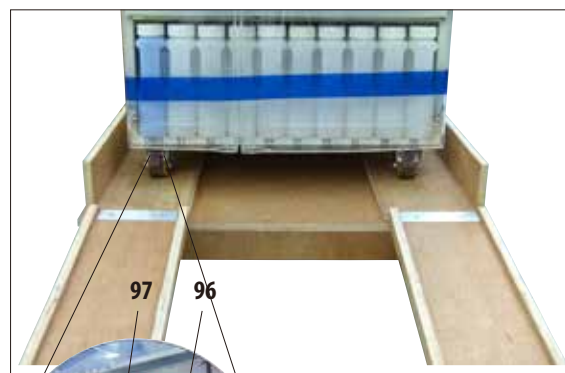

Рис. 10
- После этого отпустите тормозной рычаг (97) на обоих передних транспортировочных роликах (96), чтобы прибор мог перемещаться (рис. 10).
Для этого снова прижмите вниз рычаг (97) (подробнее см. рис. 10).